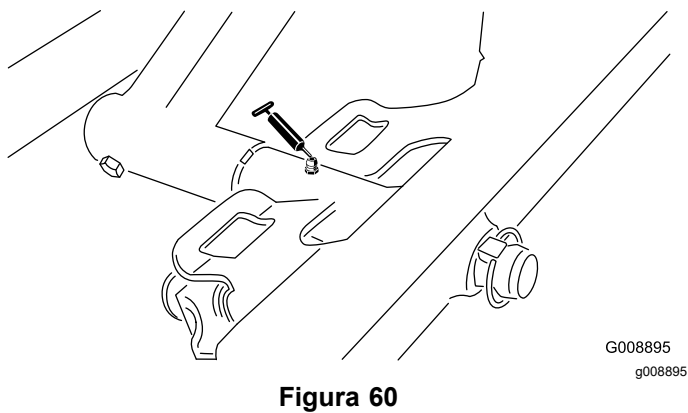

Figura 60
- Perno dell'apparato di taglio anteriore (Figura 60)